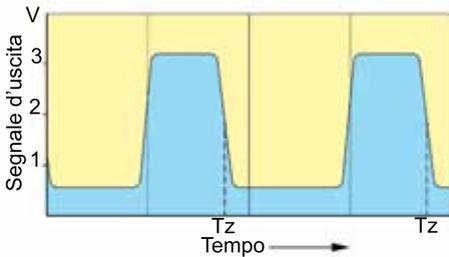

Fig. 23 - Segnale emesso da un trasduttore Hall della accensione. Tz = istante dell'accensione.
Costruendo, come indica la fig. 22, un rotore con finestre (5) e diaframmi (1) si può ottenere un segnale ad onda quadra (V_h) ai capi dello strato Hall. Il campo magnetico è creato da un magnete permanente e attraversa il traferro tra i due poli di ferro dolce (2). Nel traferro passano alternativamente le finestre e i diaframmi. Quando i diaframmi in ferro dolce deviano il flusso magnetico B , il segnale in uscita è basso (0,5 V). Quando la finestra lascia passare il flusso B , questo attraversa lo strato Hall, generando un segnale alto (fig. 23).